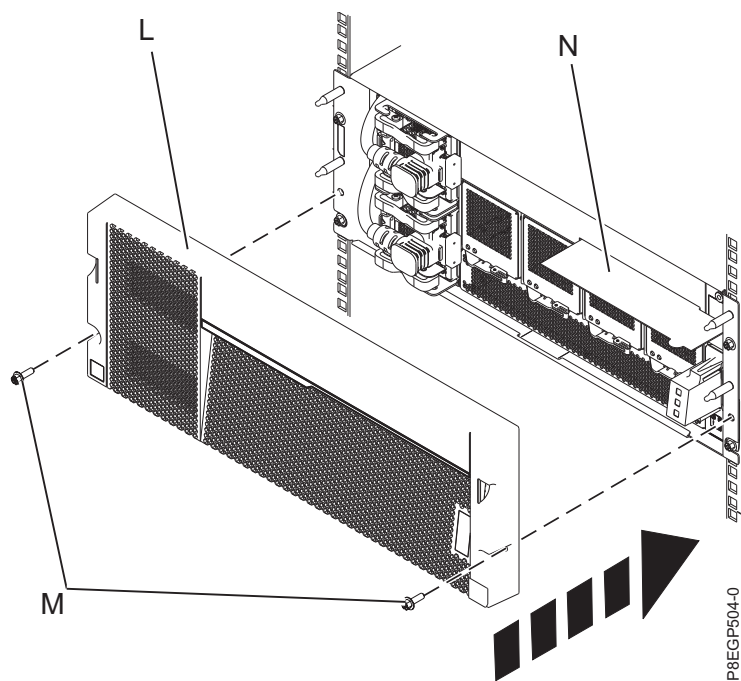

Figure 10. Installation du capot et de la carte des informations de maintenance
7. Installez le capot **(L)** sur le tiroir. Appuyez sur le capot pour le mettre en place et fixez-le à l'aide des deux vis M5 **(M)** installées sur les glissières de gauche et de droite. Voir figure 10, à la page 13.
8. Insérez la carte des informations de maintenance (N) dans son emplacement dans le capot.